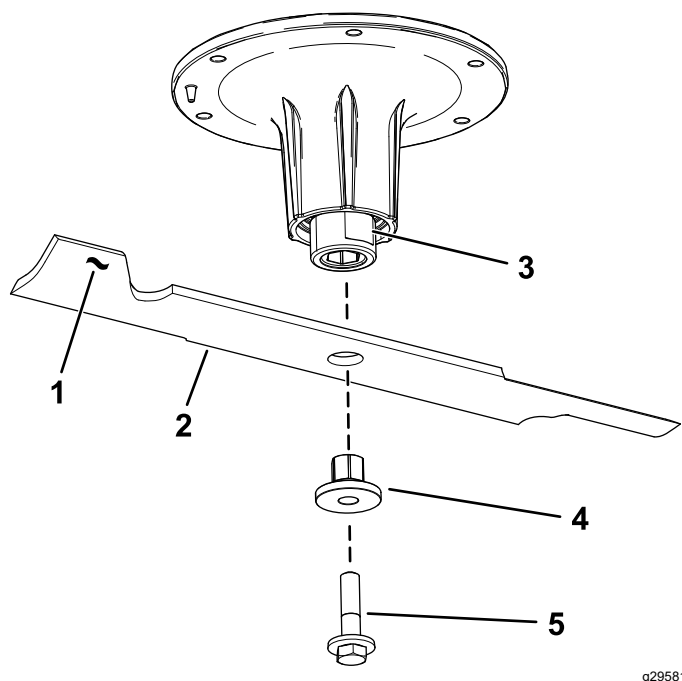

**Figura 75**
2. Retire el perno de la cuchilla, el casquillo y la cuchilla del eje (**Figura 75**).